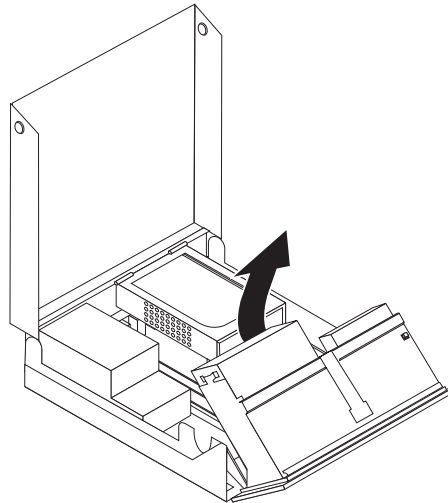

Figura 21. Acceso al disipador de calor
2. Gire el conjunto de bahías de unidades hacia arriba para poder acceder al disipador de calor. Consulte la Figura 21.